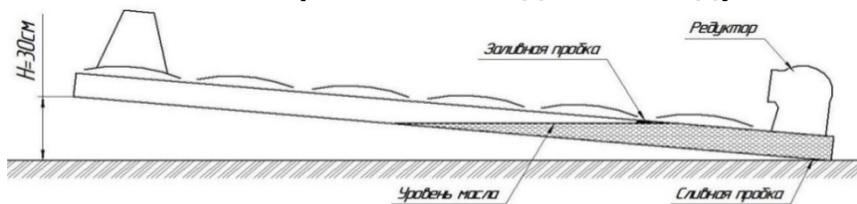

Рис.13 Проверка уровня масла в полости режущего бруса
<p>1. Выполнить все операции ежесменного технического обслуживания</p> <p>2. Проверьте уровень масла и при необходимости добавьте масло: - в полость конического редуктора</p> <p>- в полость режущего бруса</p> <p>3. Проверьте, при необходимости отрегулируйте пружины уравновешивающего механизма режущего аппарата</p> <p>4. Проверьте и при необходимости отрегулируйте клиноремennую передачу</p> <p>5. Проверить надёжность навески косилки на трактор, затяжку болтовых соединений, наличие фиксаторов, шплинтов.</p> <p>6. Проверить и добавить смазку</p>	<p>Уровень масла должен быть на уровне риски на щупе</p> <p>Уровень должен соответствовать схеме (рис. 13)</p> <p>В соответствии с разделом 4.5</p> <p>См. раздел 6.5</p> <p>табл. 4 Усилия затяжки резьбовых соединений</p> <p>Химмотологическая карта табл. 5</p>
- поднимите правую сторону бруса на высоту $H = 30\text{см}$ (рис.13);
- уровень масла считается нормальным, если уровень достигает нижнего края отверстия (рис. 13).